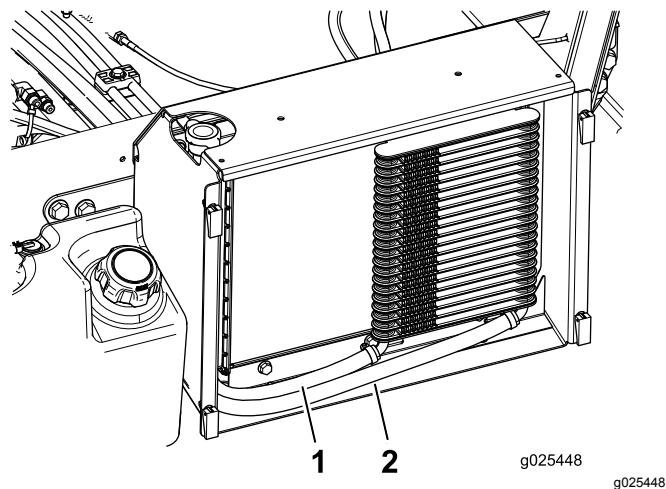

Figura 18
7. Montate i flessibili lunghi sul refrigeratore come illustrato nella Figura 18.